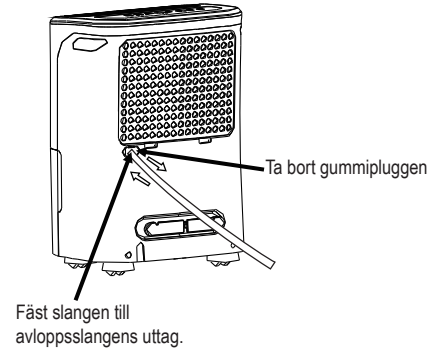

Fig.7
- Avlägsna gummiproppen från vattenbehållarens slanguttag. Anslut en avloppsslang (ID = 13.5mm) och led den till golvvavloppet eller en lämplig dräneringsplats (se Fig.7).